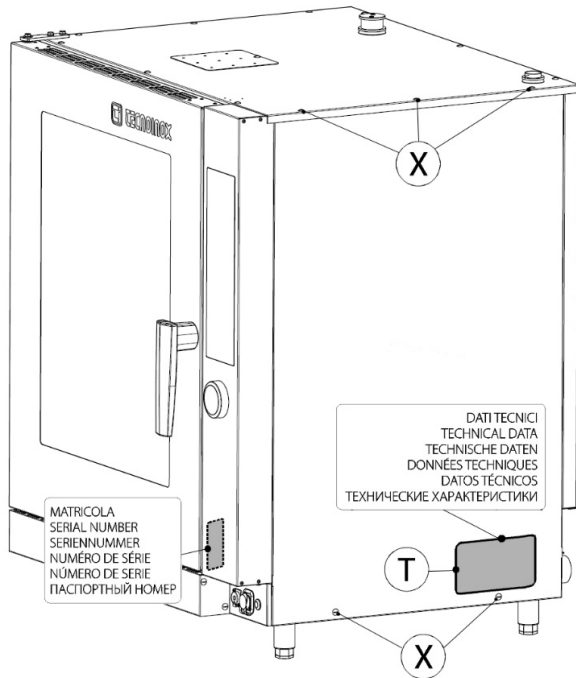

Abb. 1.1
**i** Der Kunststoff-Aufkleber mit dem Typenschild [T] Abb. 1.1 befindet sich innerhalb und außerhalb der rechten Seite. Der Installateur muss beim Anschluss einen leicht zugänglichen Hauptschalter zwischenschalten der die Stromzufuhr einpolig unterbricht. Die mindeste Kontaktöffnungsweite muss pro Pol 3 mm betragen.
Für den Zugang zum Klemmbrett **|M|** Abb. 2 die Bedienblende entfernen, dazu die Schrauben **X** Abb. 1.1 im unteren und oberen entfernen. Die Leiter des Netzkabels am Klemmenbrett entsprechend der Angaben des elektrischen Schaltplans anschließen. Halten Sie das Kabel auch an der Unterseite fest und befestigen Sie es mit der Kabelklemme. Das Gerät muss an eine effiziente Erdleitung angeschlossen werden. Zu diesem Zweck verfügt das Gerät neben dem Anschlussklemmenbrett über eine Schraube mit dem Symbol , an die die Erdleitung angeschlossen wird. Das Gerät muss an ein Potentialausgleichssystem angeschlossen sein; für den Anschluss ist auf der Geräterückseite eine entsprechende Schraube mit dem Symbol  angebracht (siehe Beispiel auf den Typenschildern). Der Potentialleiter muss einen Mindestquerschnitt von 10 mm2 aufweisen
Für eventuelle Umwandlungen oder Einstellungen muss das rechte Seitenpaneel entfernt werden, um Zugriff zum Ventil und zum Brenner zu erhalten (Abb. 1.1).